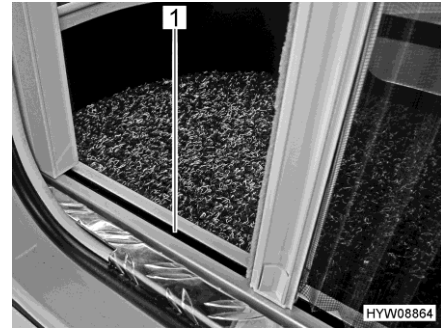

Fig. 54 Protección contra insectos (guía inferior)
- ▷ Agarrar el agarradero con ambas manos para cerrar y abrir. De este modo, se reduce el riesgo de que la protección contra insectos quede agarrotada en las guías (Fig. 54,1).